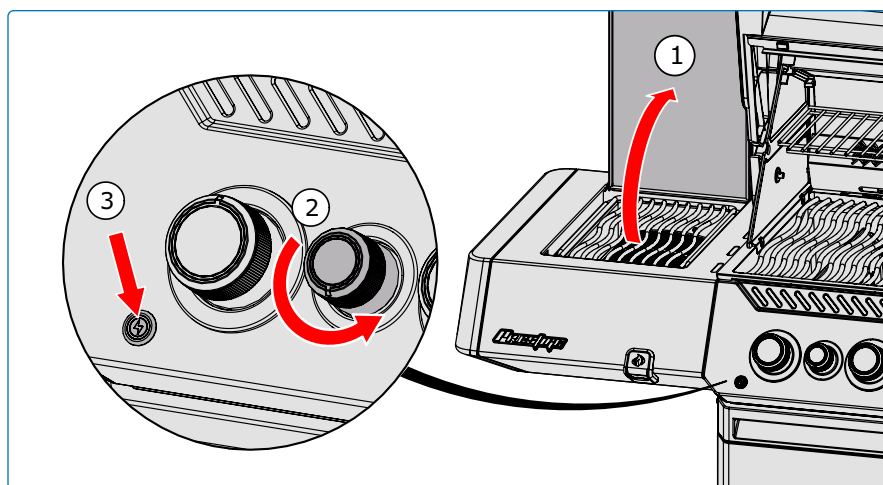

Fig. 7
4. Se il bruciatore non si accende entro 5 secondi, ruotare il pulsante di controllo del bruciatore in senso orario fino alla posizione OFF. Attendere 5 minuti. Ripetere i passaggi 2 e 3. **(Fig. 7).**